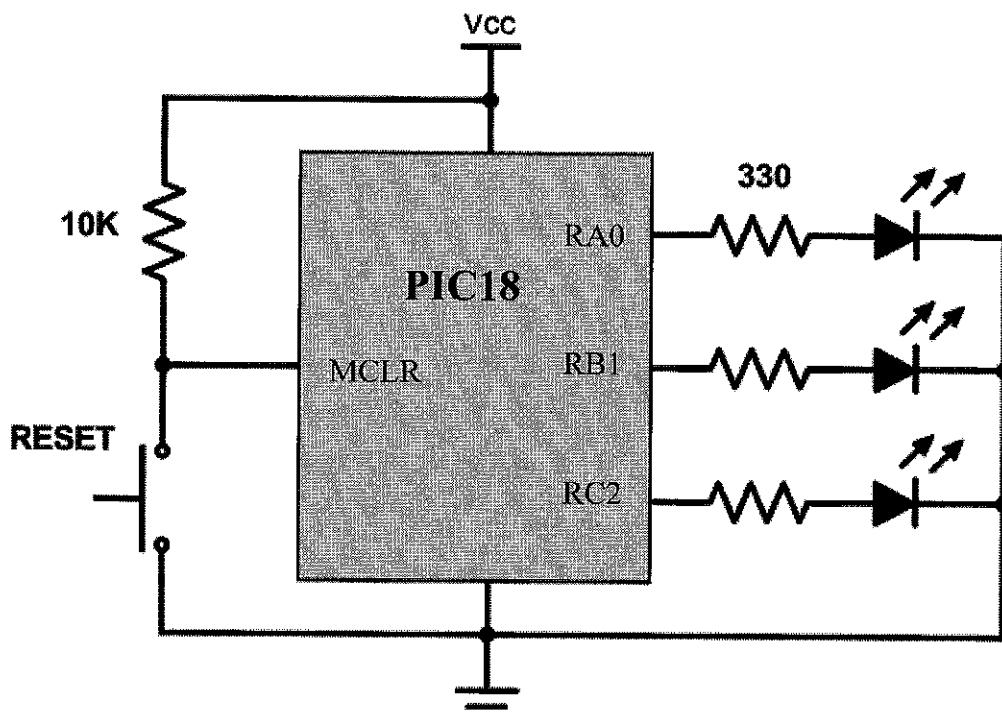

Figure A1 (b) / Rajah A1 (b)
- CLO1 (b) In Figure A1 (b), three (3) pins at PIC18 are connected to a pair of  $330\ \Omega$  resistor and LED respectively. Using bit addressable instruction, write a C program for PIC18 to switch on all LEDs.
*Dalam Rajah A1 (b), tiga (3) pin pada PIC18 masing-masing disambung ke sepasang perintang  $330\ \Omega$  dan LED. Menggunakan arahan pengalamatan bit, tuliskan aturcara dalam bahasa C untuk PIC18 menyalaikan semua LED tersebut.*